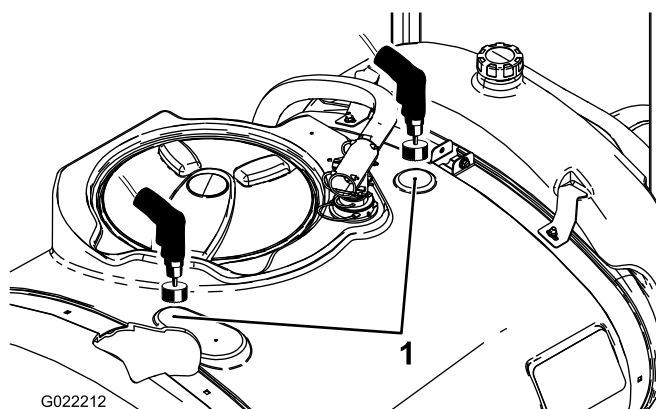

Figura 6
2. Localize as duas marcas de perfuração no depósito principal (Figura 6).